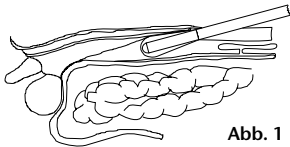

Abb. 1
2. Versehen Sie das distale Ende ggf. mit einem sterilen Gleitmittel und führen Sie es unter Anwendung einer offenen Methode zwischen die gewünschten, zu trennenden Gewebeschichten ein. Achten Sie während des Einführens des Ballonsystems wie auch im Verlauf des Eingriffs sorgfältig darauf, dass der Ballon nicht durch andere Instrumente beschädigt wird. (Abb. 1) Alternativ können Sie den stumpfen Obturator des (bilateralen) PAJUNK® dilatierenden Ballonsystems zu Beginn des Verfahrens auch durch ein Endoskop ersetzen, um bereits das Einführen unter Sicht durchzuführen. Achten Sie bitte darauf, dass beim Einführen des Endoskops nicht zuviel Druck ausgeübt wird, um eine Beschädigung des Ballons zu vermeiden.